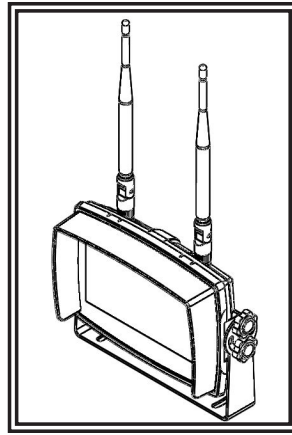

Abbildung 3
4. Bringen Sie die Sonnenblende an, wie in der Darstellung gezeigt. Bringen Sie die Antennen so an, dass sie nach oben zeigen, wie in Abbildung 3 dargestellt.